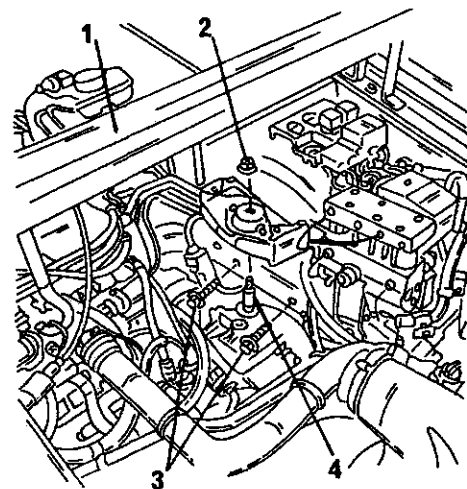

Рис. 191. К снятию и установке подвески коробки передач.
- Медленно приподнимать двигатель с коробкой передач, так чтобы можно было устанавливать подвеску коробки передач. При этом выдерживать следующие моменты затяжки (Рис. 191):